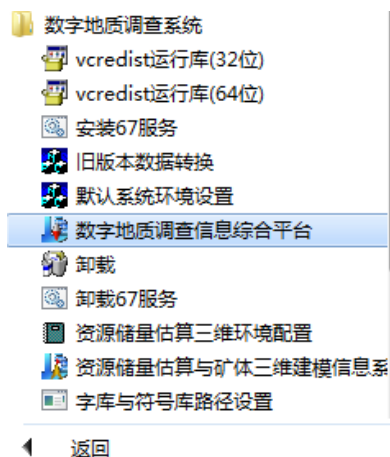

图 4
1. 从“开始”菜单选择“数字地质调查信息综合平台”（见图4）；